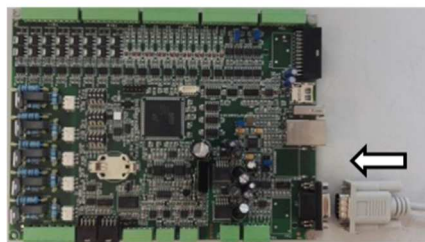

FIGURA 9-4 CONNESSIONE A PC DI CONFIGURAZIONE
- 6) Collegare il cavo seriale del PC al connettore RS-232 (J2) della scheda (Figura 9-4)